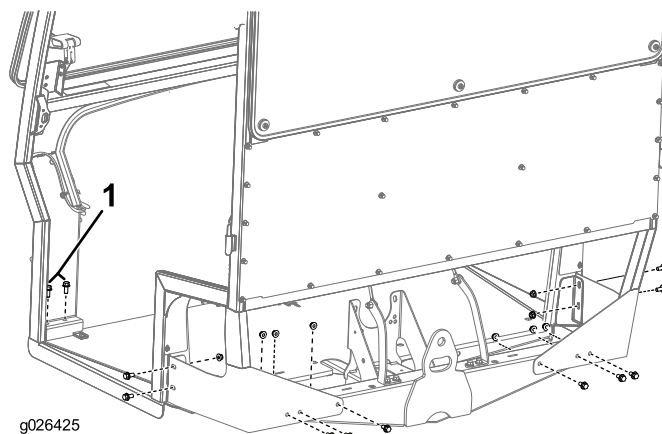

図5
- フレームを機体に固定しますボルト3/8 x 3/4 インチ10本と、ナット3/8 インチ10個、ボルト3/8 x 7/8 インチ4本を使用し、図5のように取り付けます。